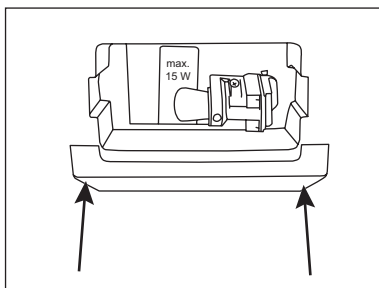

bild 7
2. Ta bort lampskyddet genom att dra ovasidan nedåt för att frigöra locket från de två fästena (Bild.7).